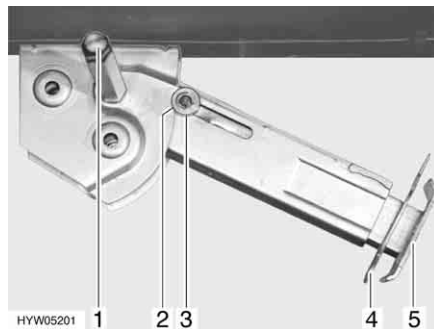

Fig. 24 Apoyo de elevación
- Colocar la llave de vaso en el hexágono (Fig. 24,1) y girarla hasta que el apoyo de elevación quede verticalmente hacia abajo.
- Extraer la clavija hendida (Fig. 24,4) de la prolongación del pie de apoyo (Fig. 24,5).
- Colocar la llave de vaso en el hexágono (Fig. 24,1) y girarla hasta que el apoyo de elevación esté de nuevo libre del suelo.
- Introducir totalmente la prolongación del pie de apoyo (Fig. 24,5) e introducir la clavija hendida (Fig. 24,4) en el orificio previsto para ello que hay en la prolongación del pie de apoyo.
- Girar con la llave de vaso en el hexágono (Fig. 24,1) hasta que el apoyo de elevación bascule hacia arriba y la arandela de guía (Fig. 24,3) esté totalmente introducida en la entalladura (Fig. 24,2).